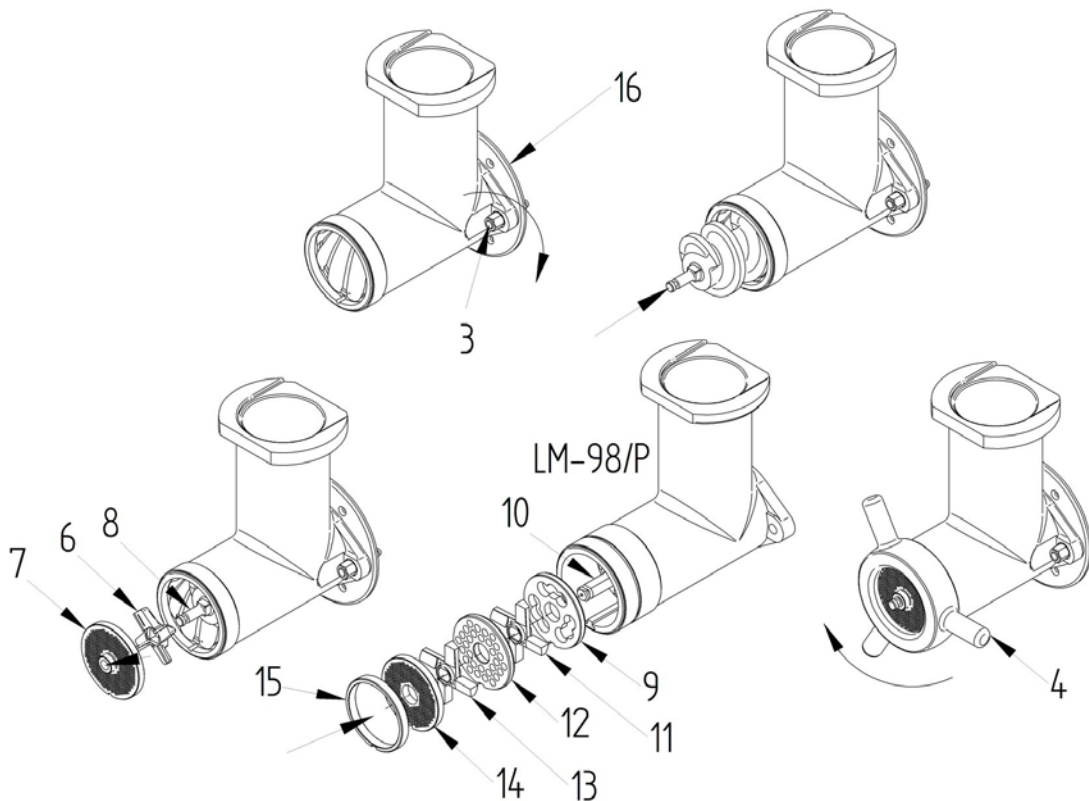

Рисунок 4
1. Установите горловину мясорубки на место. Проверьте, чтобы горловина попала точно в пазы мясорубки (Рисунок 4, № 16).